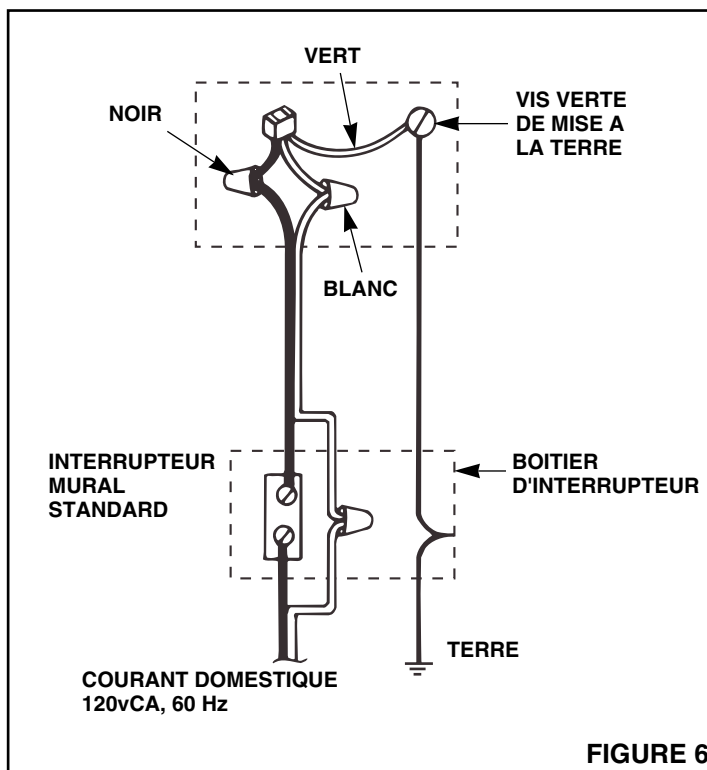

FIGURE 6
3. Refer to Figure 6. Connect supply wires to ventilator wires: black to black, white to white. Connect ground wire to green ground screw.
3. Voir Figure 6. Raccorder les fils d'alimentation aux fils du ventilateur: le noir avec le noir, le blanc avec le blanc. Raccorder le fil de terre à la vis verte de mise à la terre.